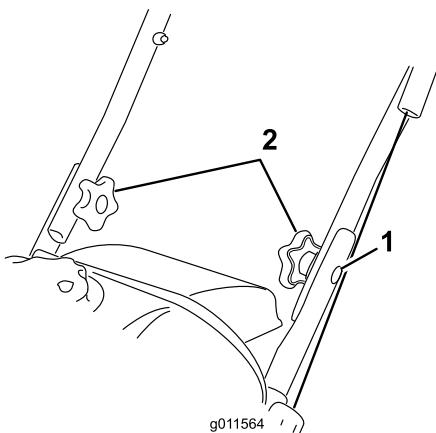

Рисунок 3
- Вставьте болты с овальными головками в совмещённые отверстия так, чтобы головки болтов находились снаружи рукояток (Рисунок 3).
- Установите волнистые шайбы и головки рукояток на болты с овальными головками с внутренней стороны рукояток (Рисунок 3) и **до отказа затяните головки**.